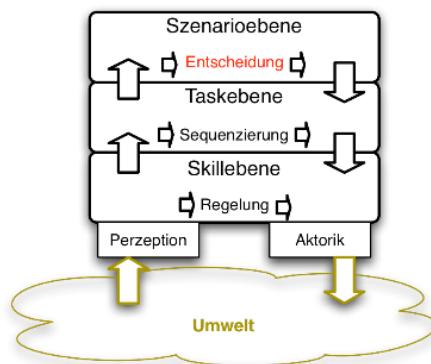

Abbildung 73: POMDPs in einer Robotersteuerung
- POMDPs in einer Robotersteuerung (vgl. Abbildung 73)